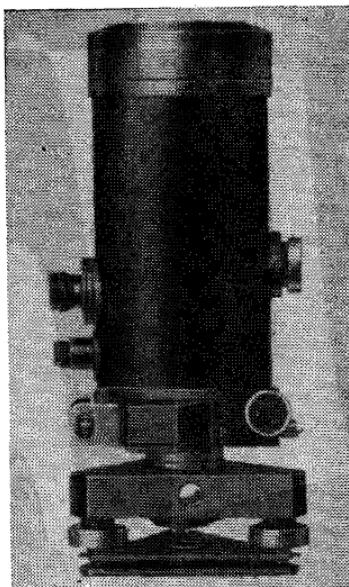

Рис. 32. Автоматический прецизионный зенит-прибор РЗЛ
**5.14. Автоматический прецизионный зенит-прибор PZL (рис. 32)** предназначен для вертикального переноса опорных точек и строительных осей. Применяется при производстве геодезических работ в строительстве.